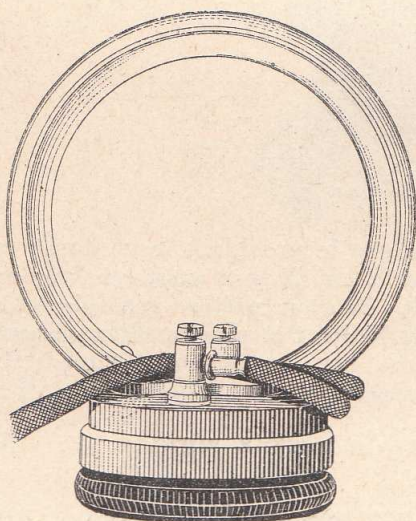

Fig. 155.
51. Récepteur, système Ader, breveté S. G. D. G., à surexcitateur, boîtier, couvercle et aimant en métal nickelé, pavillon en ébonite ou ivoirine, ferrets rigides. **Type n° 1 bis** (*fig. 155 et 156*).